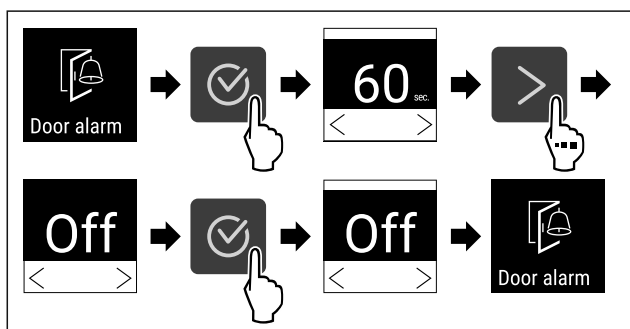

Fig. 107
- ▶ Végezze el a gyakorlati lépéseket (lásd Fig. 107) .